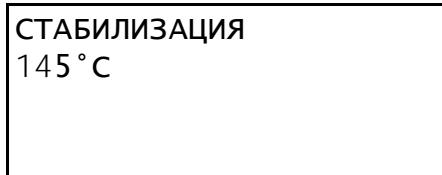

Рисунок 22 – Стабилизация 145°C
5.4.6 Ожидать, пока не наступит стабилизация температуры 145 °C (см. рисунок 22).